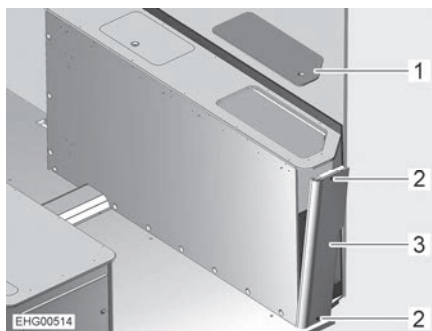

Fig. 159 Coffre de banquette droit
- Retirer le couvercle de service (Fig. 159,1).
- Dévisser 2 vis (Fig. 159,2).
- Passer la main dans le coffre de banquette par le haut et presser légèrement la paroi latérale (Fig. 159,3) vers l'extérieur.